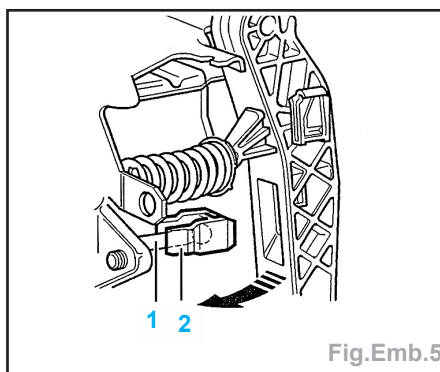

Fig.Emb.5
- s'assurer du bon clipage de la pédale sur la tige de poussée (1) (Fig.Emb.5),